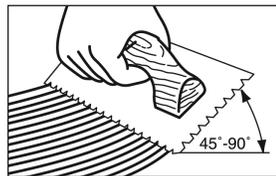

Figura 11
- Mantenga firmemente el palustre a un ángulo de 45° (Figura 11) contra el contrapiso para obtener un índice de extensión por galón de 50-60 pie2 (4-5.5 m2) (30-35 pie2 por galón para extender el Summit con el palustre Summit Todo en Uno incluido) u otro palustre de un fabricante de adhesivos. El palustre dejará crestas de adhesivo y muy poco adhesivo entre las crestas. Este método le permitirá continuar viendo las líneas de tiza entre las crestas y le proporcionará el índice de extensión recomendado. Para ver instrucciones de aplicación adicionales, observe las recomendaciones en el envase del adhesivo.